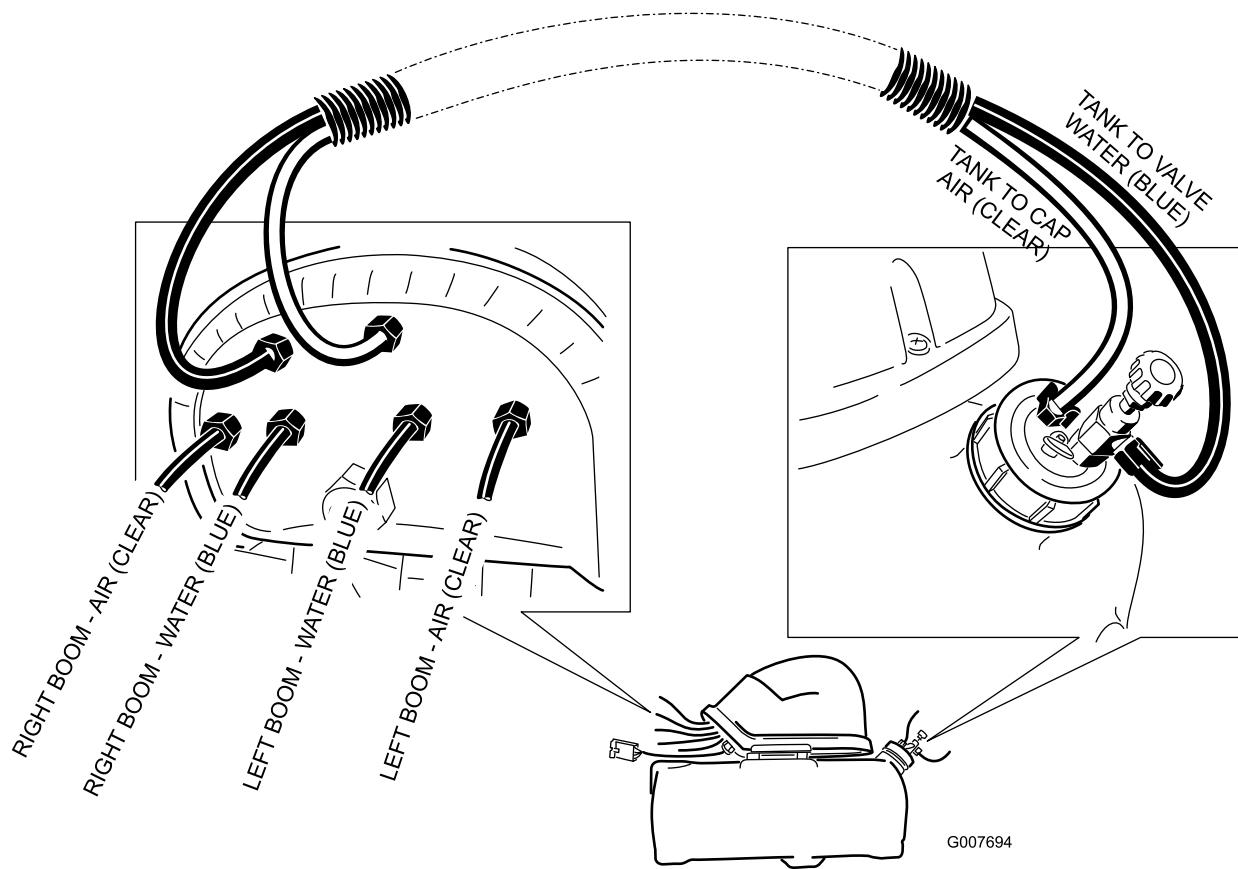

Figure 17
3. Le parcours final doit correspondre à l'illustration de la Figure 17.